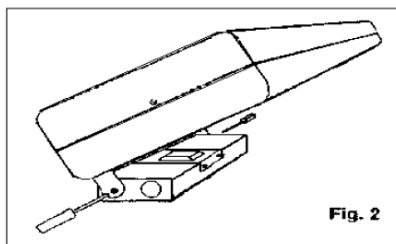

Fig. 2
- Um den Quarzstrahler an der Wand befestigen zu können, müssen die beiden Klemmschrauben für das Schwenkscharnier etwas gelockert werden (Fig. 2). Durch Lösen der beiden Kreuzschlitzschrauben können Sie die Konsolenabdeckung über der Anschlussklemme entfernen. Dadurch wird die Schwenkbegrenzung gelöst und Sie können den Quarzstrahler nach vorne klappen.
- Nachdem das Gerät an der Wand befestigt und elektrisch angeschlossen wurde, wird das Gehäuseoberteil nach oben geschwenkt, die Konsoleabdeckung eingesetzt und angeschraubt. Damit ist der Anschlussraum abgedeckt und der Schwenkbereich des Oberteils auf etwa 30° begrenzt. Zweckmäßigen Kippwinkel einstellen und den Schwenkmechanismus durch Festdrehen der beiden Schrauben fixieren (s. Fig. 2). Das Gerät ist betriebsbereit.